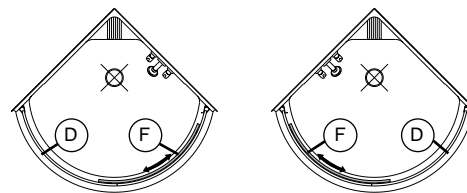

FIG. 3.1
- First of all, determine the opening direction of the door. To ensure that the shower is watertight, the fixed panel (D) must face the showerhead. Fig. 3.1.
- Tout d'abord, déterminez les sens d'ouverture de la porte. Pour assurer l'étanchéité de la douche, le panneau fixe (D) doit faire face à la pomme de douche. Fig. 3.1.
- Lo primero de todo es determinar el sentido de apertura de la puerta. Para asegurar la hermeticidad de la ducha, el panel fijo (D) debe quedar frente a la alcachofa de ducha. Fig. 3.1.